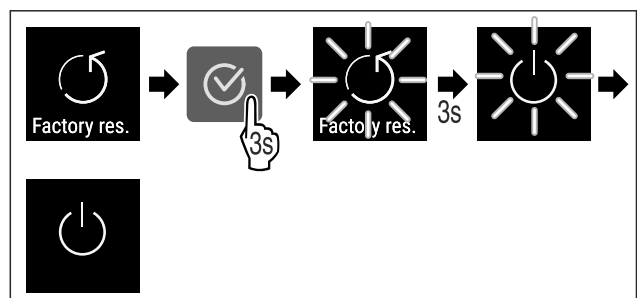

Fig. 113
- ▶ Genomför handlingsstegen (se Fig. 113) .